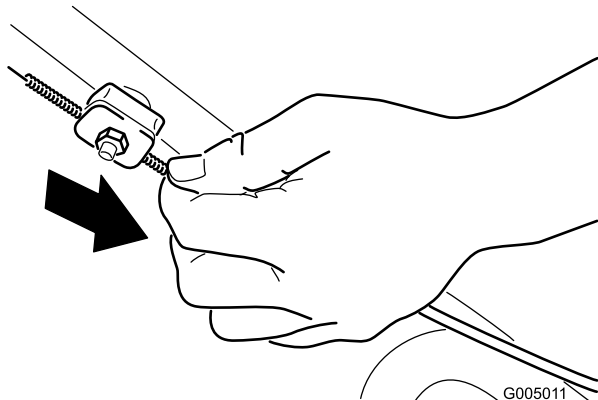

Figure 31
2. Tirez la gaine du câble vers le bas (vers la machine) pour éliminer le mou du câble (Figure 31).